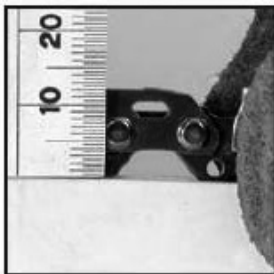

Fig.7
2. La tensione corretta si raggiunge quando la catena al centro della barra può essere sollevata solo di circa 3-4 mm. (Fig.7)